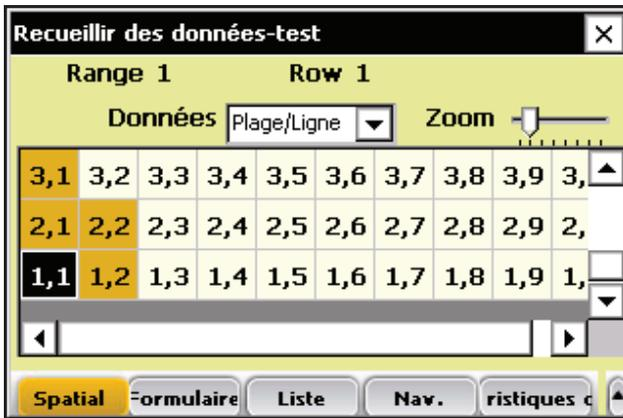

Figure 6-3 : La Plage 1, Ligne 1 est sélectionnée sur l'écran en vue spatiale.
8. Sélectionnez la parcelle de départ en tapant sur la cellule correspondante. Sur la Figure 6-3, on a sélectionné la cellule Plage 1, Ligne 1. Lorsque vous tapez sur la parcelle de départ, l'écran affiche la localisation actuelle de la moissonneuse-batteuse dans le champ et quelles parcelles ont déjà été moissonnées.